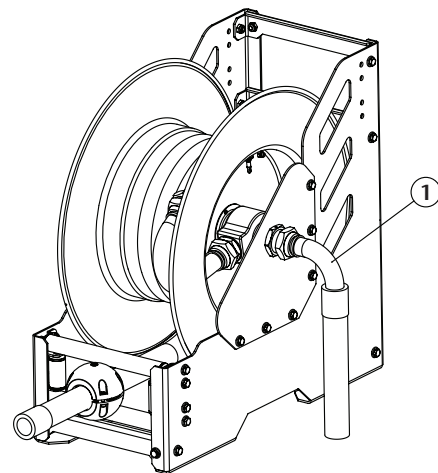
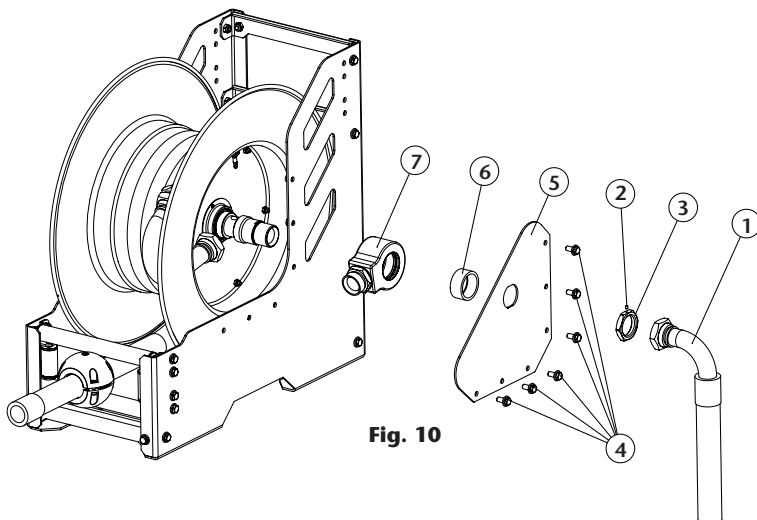

Fig. 9
Fig. 10
1. Desconectar a mangueira de sucção presa ao giratório (1) (Fig. 9).
2. Afrouxar a porca de aperto (2) e remover a porca.
3. Desrosquear os parafusos (4) e retirar a lateral do carretel (5) (Fig. 10).